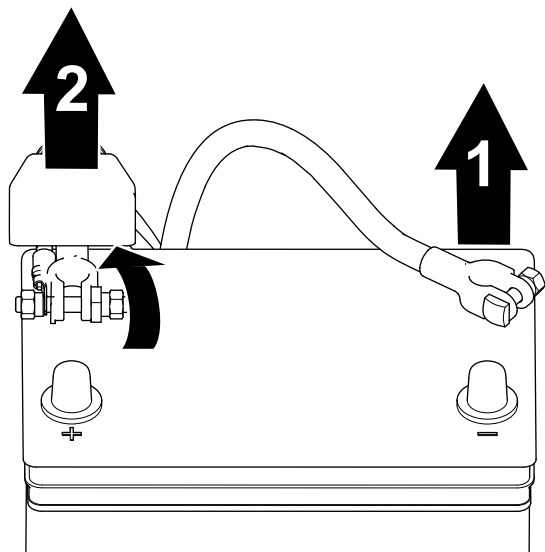

Figura 38
2. Retire el cable negativo del borne de la batería (Figura 38).
3. Eleve el aislante y retire el cable positivo de la batería del borne de la batería (Figura 38).